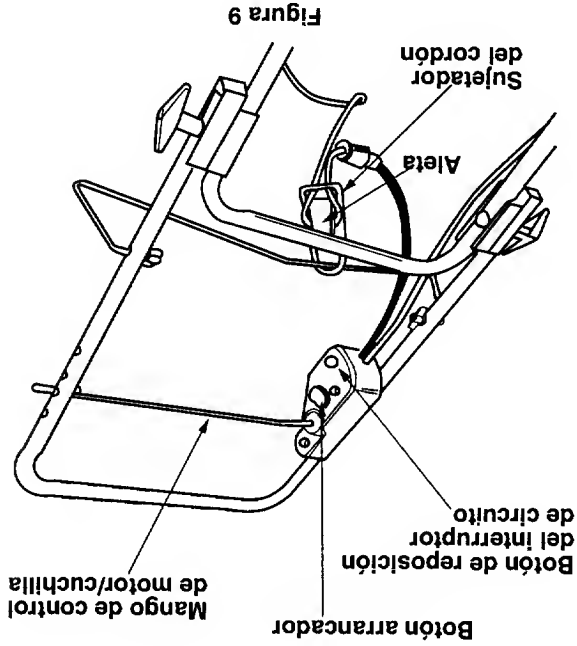

Figura 9
IMPORTANTE: Su cortadora está equipada con un interruptor de circuito, ubicado en la armadura del control de motor/cuchilla. Vea la figura 9. Si se activa el interruptor de circuito, reposición según las instrucciones de la sección de Mantenimiento.
- Mantenga el sujetador del cordón tan cerca como sea posible del control de cuchilla/motor. Vea la figura 9.